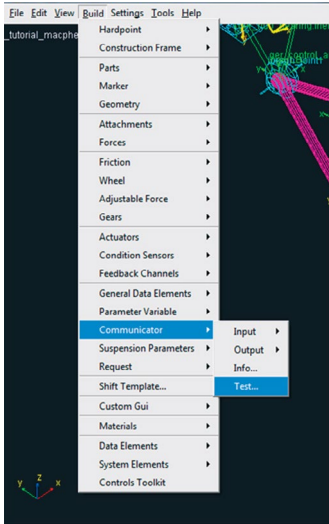

Figura 4.95 – Realizando teste de compatibilidade dos *communicators*.
- Para teste de compatibilidade dos *communicators* com o subsistema *MDI_Suspension_Testrig*, acesse o menu *Build*→*Communicator*→*Test* (Figura 4.95).